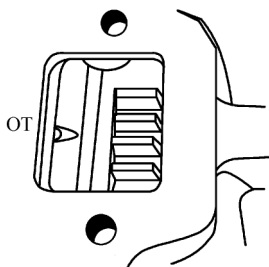

图 5-31 WP12 柴油机上的 1 缸上止点标记
1) 曲轴和凸轮轴安装完成后, 先将曲轴盘转至 1 (6) 缸上止点, 即将飞轮观察孔上的 OT 线与飞轮上的凹坑对正 (图 5-31)。